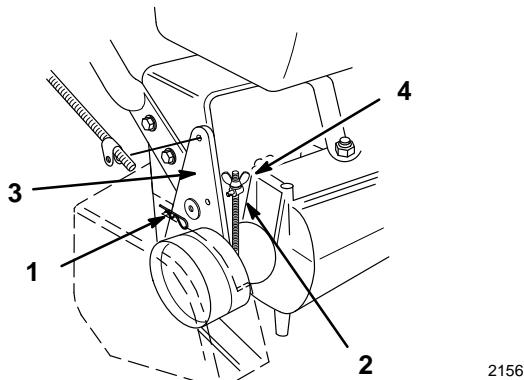

Figure 27
3. Retirer les 3 boulons du carter de courroie (Fig. 27).
4. Pour régler le frein, retirer la goupille épingle et la rondelle du levier de frein (Fig. 27). Faire tourner le tourillon de sorte qu'il s'insère facilement dans le levier de frein (Fig. 27). Resserrer l'écrou papillon.
5. Faire tourner le tourillon de sorte qu'il s'insère facilement dans le levier de frein (Fig. 27). Resserrer l'écrou papillon.
6. Fixer le tourillon au levier de frein à l'aide de la rondelle et de la goupille épingle (Fig. 27). Remonter le carter de courroie.